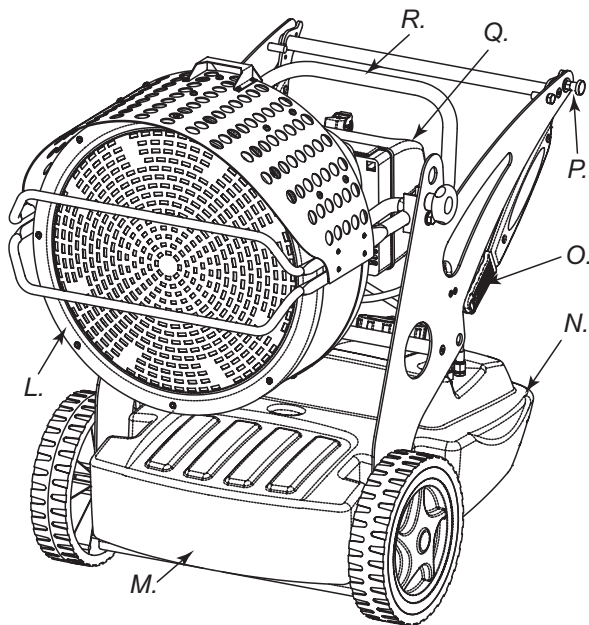

Figure 4 - Modèle XL 9 vue antérieure.
1. Contrôler que le réservoir (N Fig. 4) contient encore du gas-oil;
AVERTISSEMENT: Avant le deuxième allumage (générateur éteint et froid), il faut vérifier le blocage des vis bloquant le déflecteur antérieur (L Fig. 4).